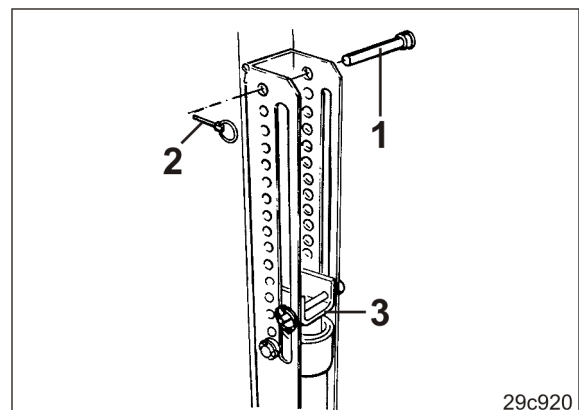

Рис. 181
3. Вставьте палец (Рис. 181/1) над упором (Рис. 181/3) в отверстие группы отверстий и зафиксируйте шплинтом с кольцом (Рис. 181/2).